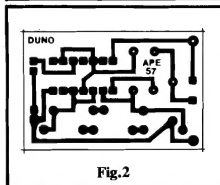

Fig.2
- FIG. 2 - LAY OUT DO CIRCUITO IMPRESSO ESPECÍFICO - A plaquinha é "maneira" em tamanho (como convém a uma montagem que deva ser mecanicamente "embutida" num brinquedo...) e simples na sua disposição de ilhas e pistas... Como a figura está em tamanho natural (1:1), é só "carbonar" sobre a face cobreada de um fenolite virgem nas convenientes dimensões, e "tocar o barco" na con-